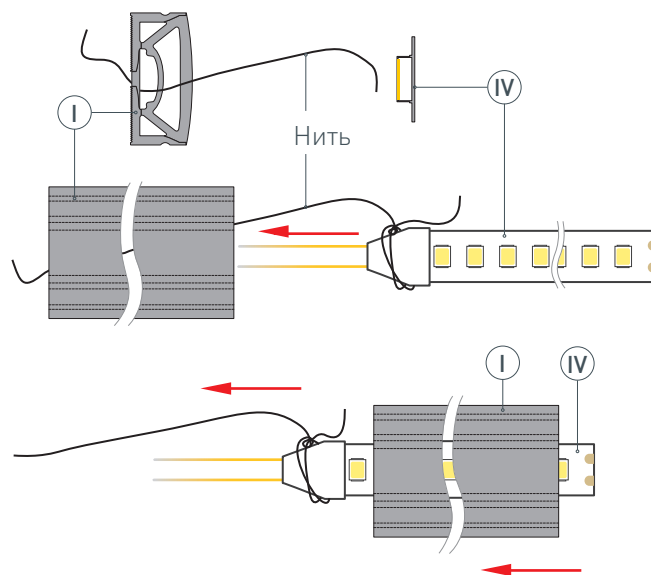

Рис. 1. Протяжка светодиодной ленты (IV) в профиль (I), вид сверху
Установите светодиодную ленту (IV) в профиль (I). Для этого необходимо привязать нить (находится внутри профиля) с одной стороны профиля (I) к светодиодной ленте (IV), как показано на рис. 1. Чтобы втянуть ленту в профиль, сначала аккуратно поместите кабели питания светодиодной ленты (IV) внутрь профиля (I), а затем, насколько это возможно, вставьте край светодиодной ленты. Аккуратно потяните за нить с другой стороны профиля (I) и тем самым протяните светодиодную ленту (IV) в профиль (I).